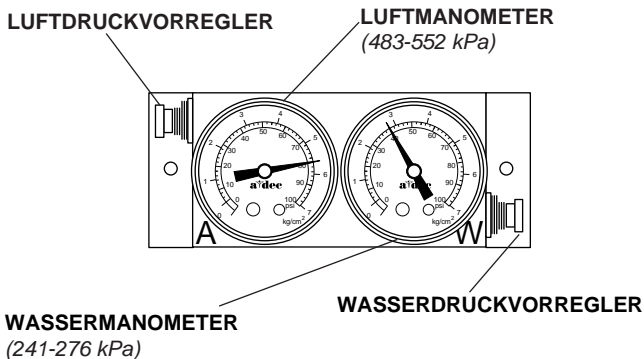

Bild 19. Luft- und Wasserdruck einstellen
5. Drehen Sie den entsprechenden Drehknopf des Druckvorreglers (siehe Bild 19), wenn der Luft- oder Wasserdruck nachgestellt werden muß.